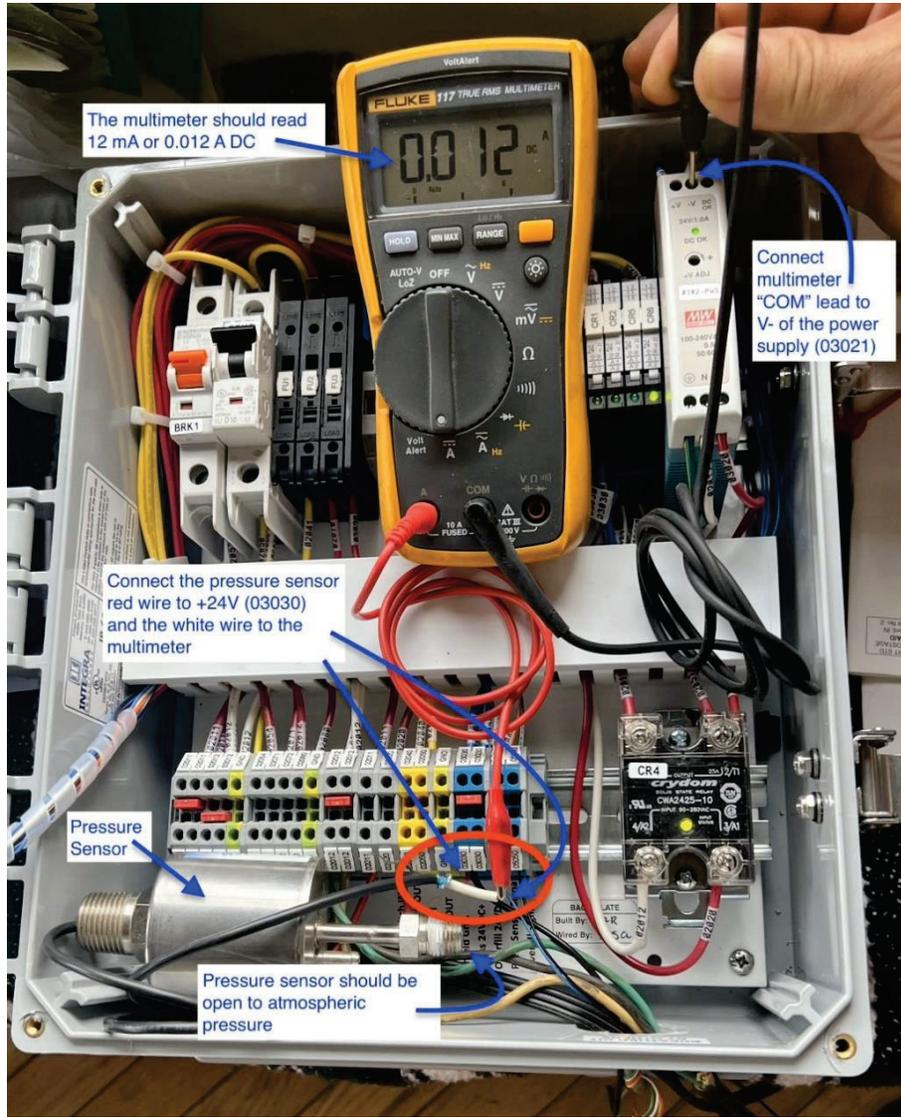

Figura 8-15: Ejemplo de conexión de multímetro y sensor de presión para prueba
- **NOTA:** El procedimiento de prueba del sensor de presión se puede realizar retirando el sensor de presión de la MÁQUINA VERDE y probando el sensor de presión en el panel de control. **Vea la Figura 8-15.**
Vea Figura 8-15